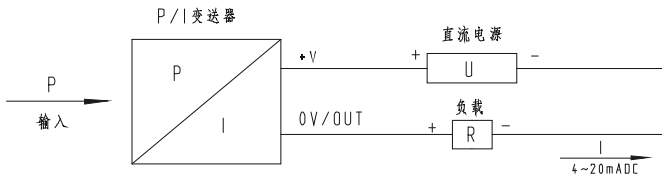

图 11
6.3.1 两线制 4mA~20mA DC 输出变送器电气连接方法见图 11。（电缆连接）